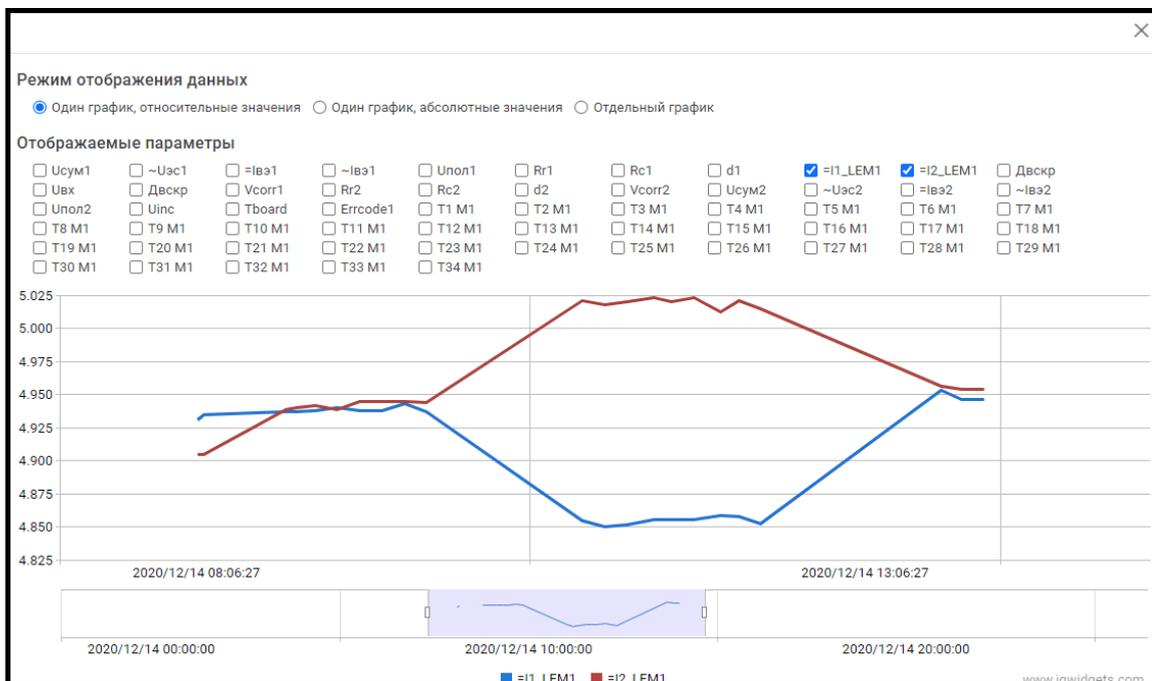

Рисунок 34 – Вид графика в режиме «Один график, относительные значения»
- а) Режим «Один график, относительные значения» отображает все выбранные параметры на одном графике, используя единую шкалу величин (рисунок 34).